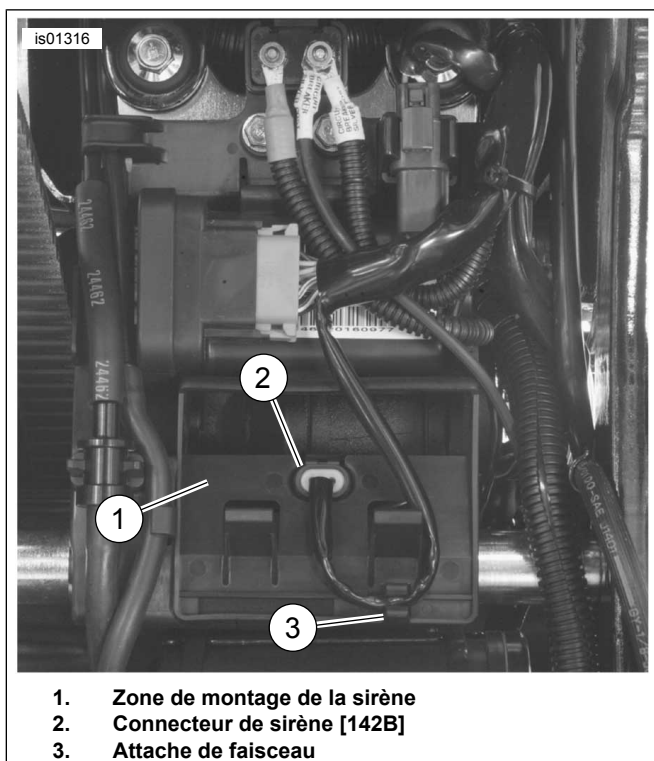

Figure 21. Connecteur de sirène (modèles Softail sauf FX-CW/C) (vue du garde-boue arrière avec la roue arrière retirée)
5. Voir la Figure 21. Retirer le connecteur de sirène [142B] (2) du réceptacle dans la zone de montage (1) du panneau électrique.